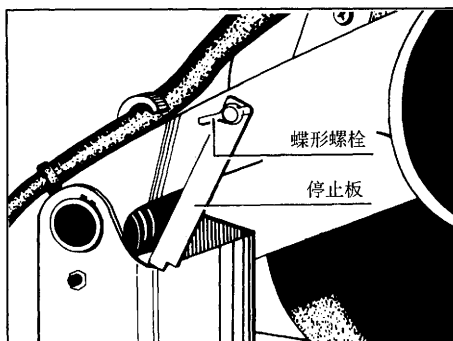

图 7
1. 当替换上新的切轮后，请按照图 7 所示的那样放置停止板并旋紧蝶形螺栓。